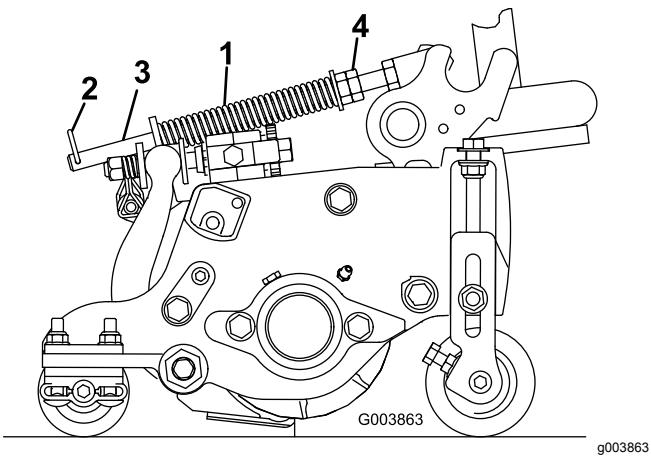

Bild 15
Die Rasenkompen-sierungsfeder (Bild 15) verlagert das Gewicht von der Front- zur Heckrolle. Dies reduziert ein Bobbing genanntes Wellenmuster auf der Rasenfläche.
1. Stellen Sie sicher, dass der Lastösenbolzen in das hintere Loch in der Federstange eingesetzt ist (Bild 15).
2. Ziehen Sie die Sechskantmuttern vorne an der Federstange an, bis die zusammengedrückte Länge der Feder am Reelmaster 5410 mit 12,5-cm-Schneideinheiten 12,7 cm oder am Reelmaster 5510 und mit 17,8-cm-Schneideinheiten 15,9 cm beträgt, siehe Bild 15.